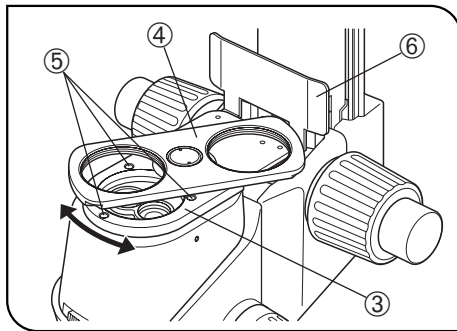

Fig. 28
4. Placera revolverfästet ③ (med sina objektivfästen ④ riktade uppåt) där objektivfästet har varit genom att rikta upp skruvhålen. Med insexnyckeln (för M3 skruvar), låser man revolverfästet med bifogade fyra låsskruvar (M3, 6 mm lång) ⑤. (Fig. 28)
**OBS** Eftersom skruvarna kan vara dolda bakom objektivfästena ④, låser man revolverfästet medan man vridet den. (Fig. 28)
6. Fäst två objektiv i deras respektive objektivfästen ④ genom fastskruvning. (Fig. 28)